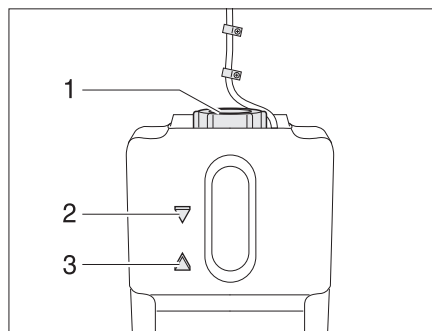

Bild 163 Ausgleichsbehälter Warmwasser-Heizung
- Prüfen, ob am Ausgleichsbehälter (Bild 163) die Flüssigkeit zwischen der Markierung "MIN" (Bild 163,3) und "MAX" (Bild 163,2) steht.
- Am Ausgleichsbehälter den Drehverschluss (Bild 163,1) aufdrehen.